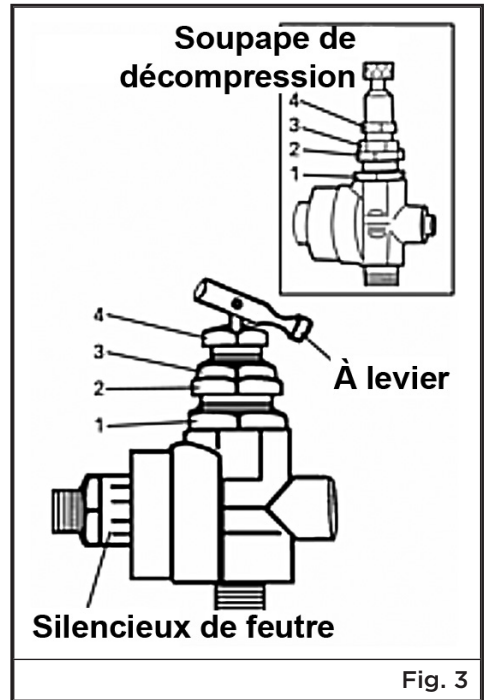

Fig. 3
Assurez-vous que le levier à bascule supérieur est placé dans la position indiquée (figure 3). Desserrez le contre-écrou (1) en le tournant de plusieurs tours dans le sens antihoraire. Tournez doucement le dispositif de réglage du différentiel (2) dans le sens horaire jusqu'à ce que la tige interne vienne en contact avec la bille d'acier qui se trouve à l'intérieur. Après le contact, tournez le différentiel (2) de 1/4 tour dans le sens antihoraire. Préservez la position en serrant le contre-écrou (1)